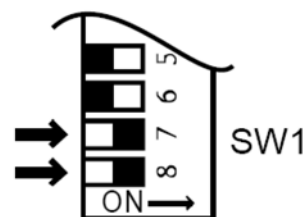

Fig. 5
12. Forzare l'*Infinity* a regime "Massimo" di combustione spostando su "ON" i microinterruttori N.7 e N.8 (Fig.5) del banco di microinterruttori SW1. Assicurarsi che tutti i rubinetti siano aperti a massima portata.